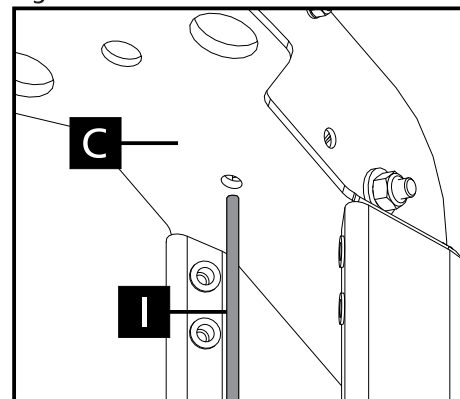

Figura 6-2
2 - Após passar a haste do peso fracionado (I) pelo furo localizado na parte superior da torre (D), trave a haste utilizando a porca (10). (Figura 6-2).